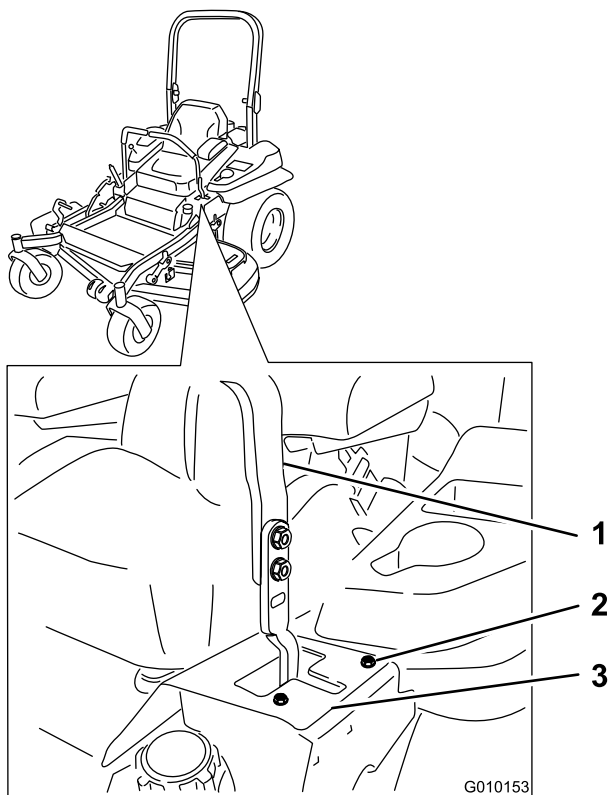

Figure 60
la fente en T gauche, jusqu'à ce que la machine se déplace en ligne droite (Figure 60).
7. Si elle se déporte à gauche, desserrez les boulons et déplacez la plaque de butée droite en arrière sur la fente en T droite, jusqu'à ce que la machine se déplace en ligne droite (Figure 60).
8. Serrez les boulons de la plaque (Figure 60).